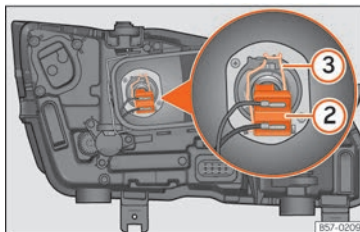

Abb. 109 Im Motorraum: Glühlampe Abblendlicht.
3. Ziehen Sie den Stecker » » » **Abb. 109** ② von der Lampe ab.
4. Nehmen Sie die Haltefeder » » » **Abb. 109** ③ durch Eindrücken und Rechtsdrehung ab.